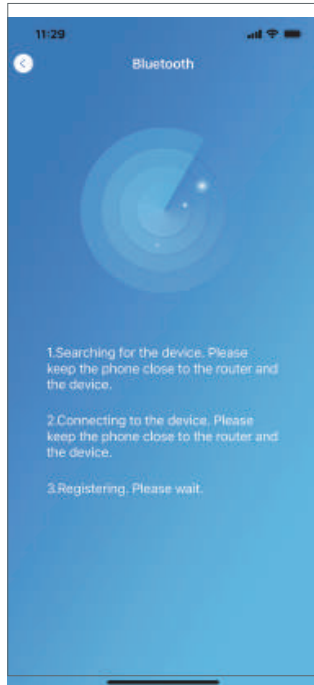

Fig.13 Recherche de l'interface du dispositif
6. Allumez le bluetooth et revenez à l'APP, entrez directement dans l'interface du dispositif de recherche (Fig. 13) ;